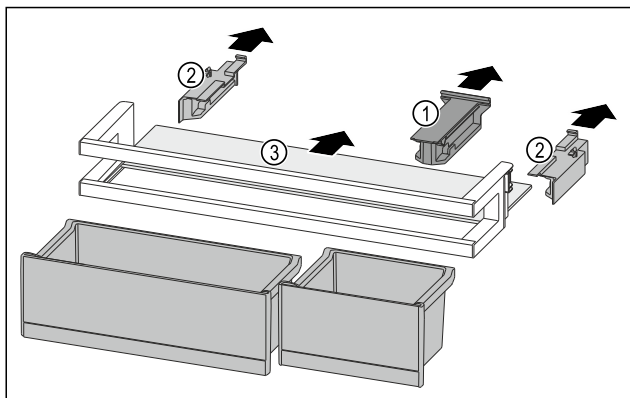

Fig. 140
- Halteteil Fig. 140 (1) abziehen.
- Seitenteile Fig. 140 (2) abziehen.
- Abstellfläche Fig. 140 (3) entnehmen.